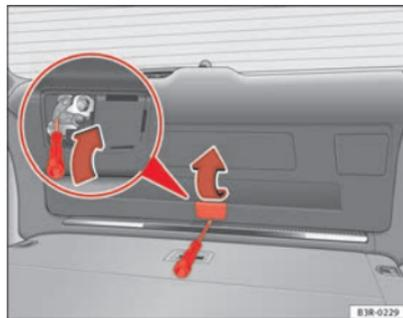

Abb. 76 Ausschnitt Heckklappe: Notentriegelung
- Klappen Sie die Abdeckung ⇒ Abb. 76 -Pfeil- auf.
- Stecken Sie den Schraubendreher in die Öffnung ⇒ Abb. 76 -Pfeil- und schieben Sie den Schraubendreher in Pfeilrichtung, um die Gepäckraumklappe zu entriegeln. ■